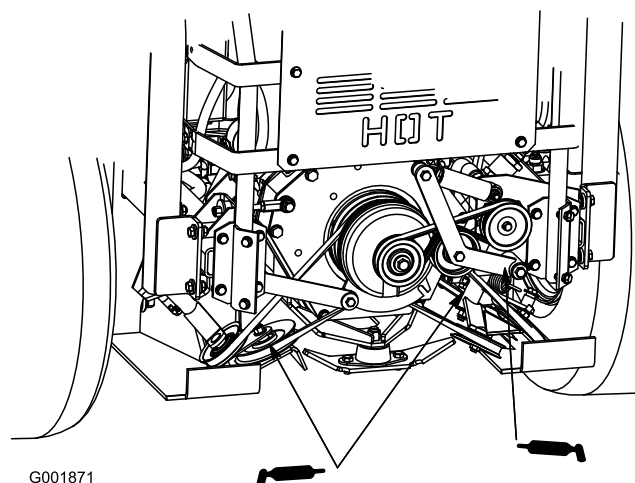

Figura 37
1. Engrase el brazo tensor de la correa del ventilador de refrigeración (Figura 37).
2. Engrase los brazos tensores de la correa de transmisión (Figura 37).